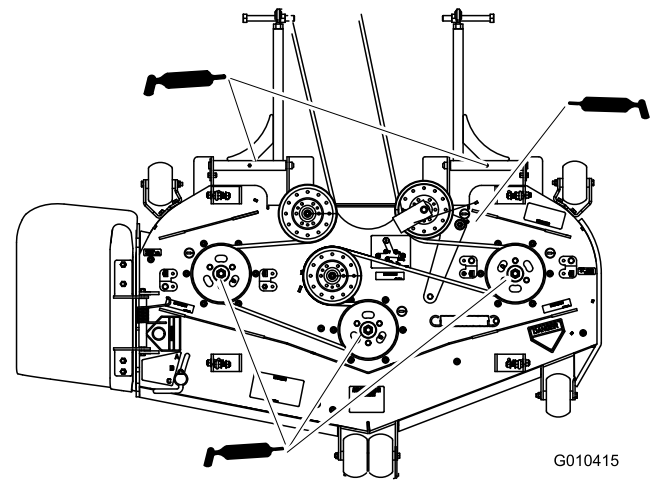

Bild 37
4. Schmieren Sie die drei Spindellager ein, bis das Schmiermittel aus den unteren Dichtungen austritt (Bild 37).
5. Schmieren Sie den Spannarm des Mähwerks (Bild 37).
6. Fetten Sie die Nippel an den Schubarmen ein (Bild 37).